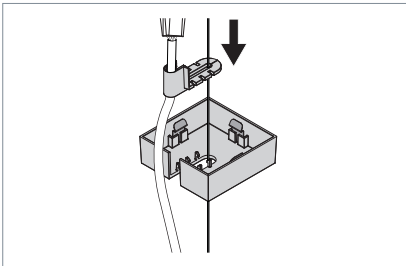

Fig. 18: Insérer le guide-câble.
- ▶ Insérez le guide-câble dans le pavillon, voir Fig. 18.